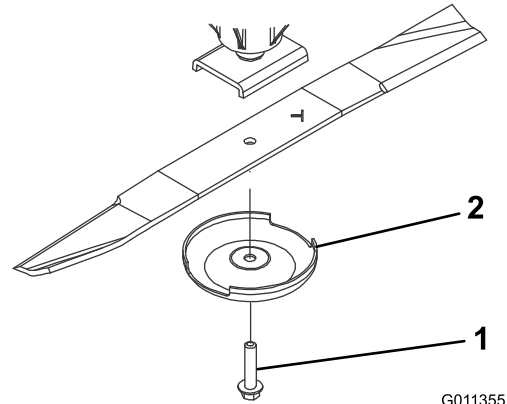

Figure 85
- Enlevez le boulon, la coupelle de protection et la lame de l'axe de pivot (**Figure 85**).